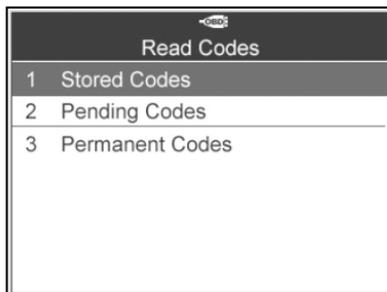

Imagen 6.4
- 2) Utilice el botón de desplazamiento **ARRIBA/ABAJO** para seleccionar **códigos almacenados**, **códigos pendientes** o **códigos permanentes** en el menú **leer códigos** y pulse el botón **Y**. (Imagen 6.4)